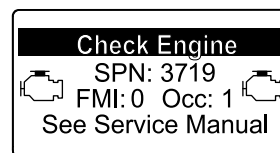

Figura 43
- Si es necesario realizar una regeneración de recuperación, el InfoCenter muestra la advertencia del motor SPN 3719, FMI 16 (Figura 43) y el ordenador del motor reduce la potencia del motor al 85%.